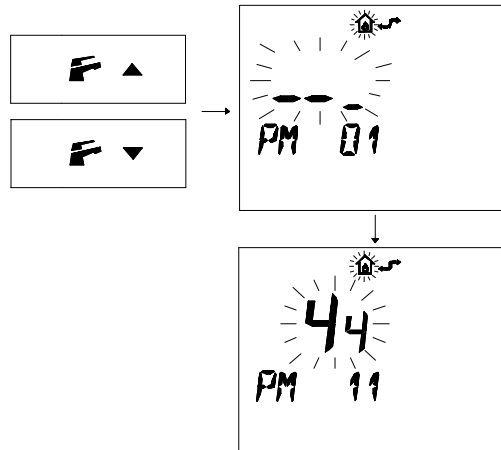

Figura 5.55
- Premere i pulsanti  $\bar{P}$  ▼ o  $\bar{P}$  ▲ per visualizzare la programmazione "PM11" della postcircolazione pompa (Figura 5.55 ).